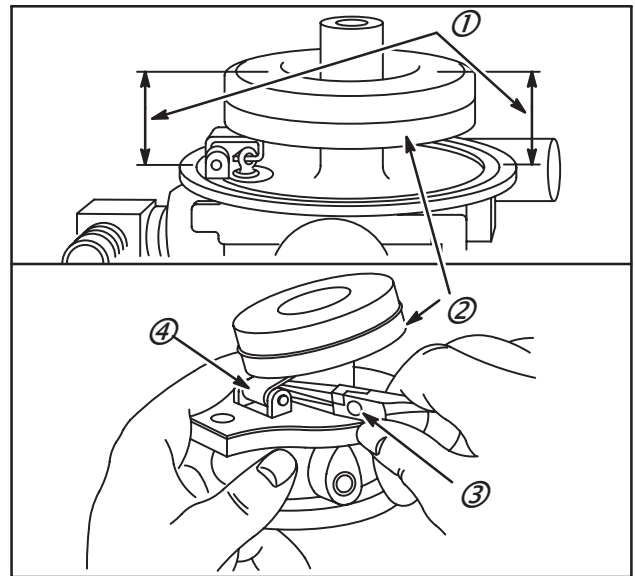

Fig. 142
1. Le flotteur (2) doit être parallèle au plan de joint, le pointeau en place, comme indiqué en (1), Fig. 142.
2. Si ce n'est pas le cas, abaisser la languette sur le flotteur (4) avec des pinces à becs fins (3) jusqu'à ce que les surfaces soient parallèles. NE PAS APPUYER SUR LE FLOTTEUR.